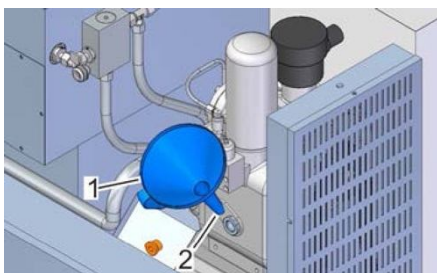

Рис. 33: Заправочный патрубок
6. С помощью воронки (Рис. 33/1) залейте охлаждающую жидкость до соответствующего уровня заправочного патрубка (Рис. 33/2).